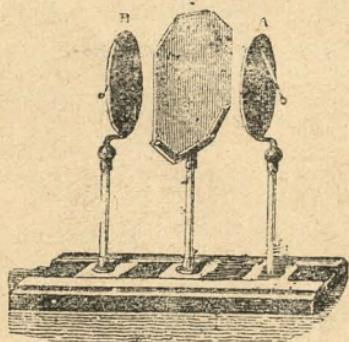

Fig. 171.—Condensador de platillos.
2. **Condensador de platillos.**—El *condensador de platillos* ó *de Epius* (fig. 171) se compone de dos platillos